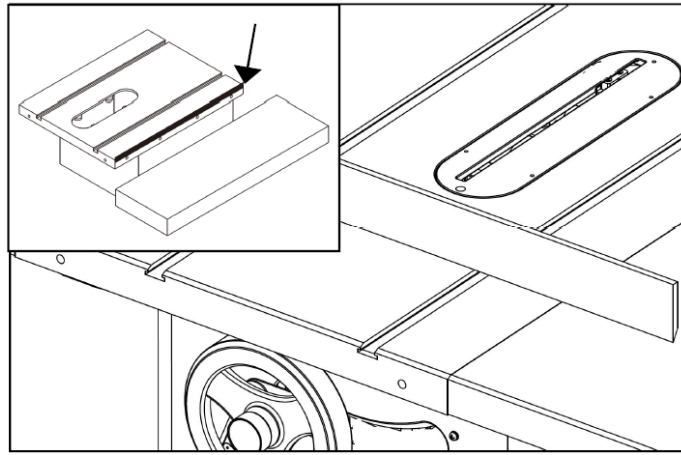

Рисунок 7
### УСТАНОВКА РАСШИРИТЕЛЕЙ СТОЛА (РИС.7)
4. Используйте линейку, чтобы проверить, находится ли основной стол в одной плоскости с расширителем стола. Если нет линейки, используйте полоску клейкой ленты, чтобы это настроить одинаковые плоскости столов, путем регулирования удлинителя вверх или вниз, как показано стрелкой на Рис. 7.